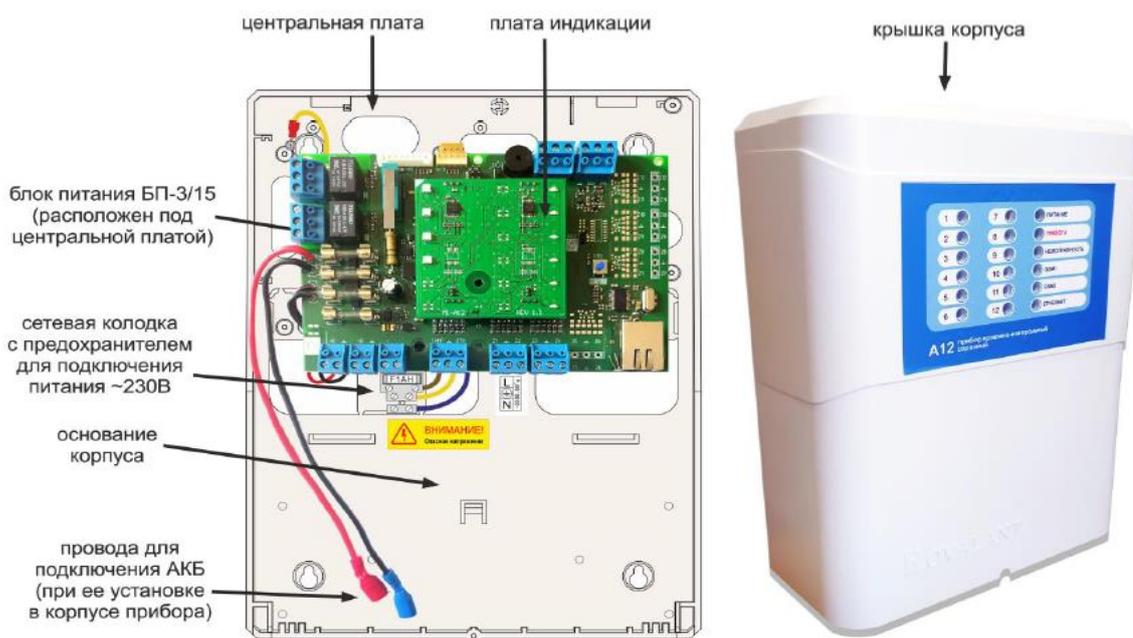

Рисунок 1 - Внешний вид и состав прибора А12
3.1. Конструктивно прибор состоит из (Рисунок 1):